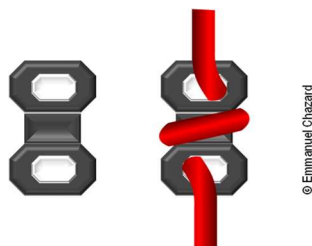

Figure 147. Utilisation d'un double anneau de réglage
- quatre doubles anneaux de réglage (arrêts en 8, voir Figure 147)
de réglage » (Figure 147) sont positionnés sur les cordages de manière que la barre s'appuie dessus quelle que soit l'amure.